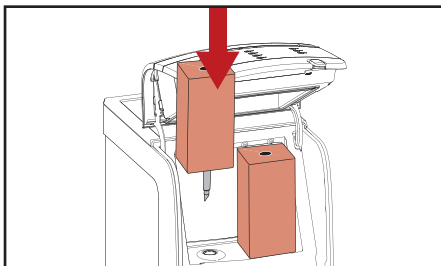

Рис. 4.1 — Загрузка кофе
4. Вставьте пакет с продуктом (рис. 4.1).